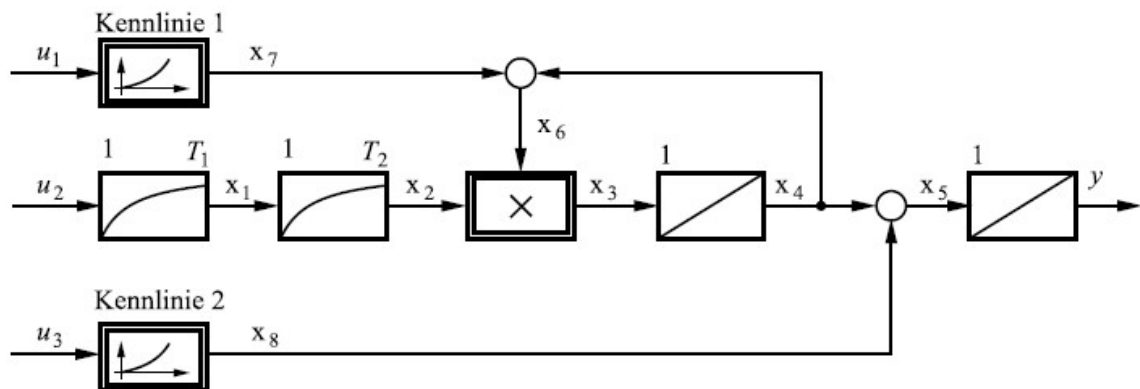
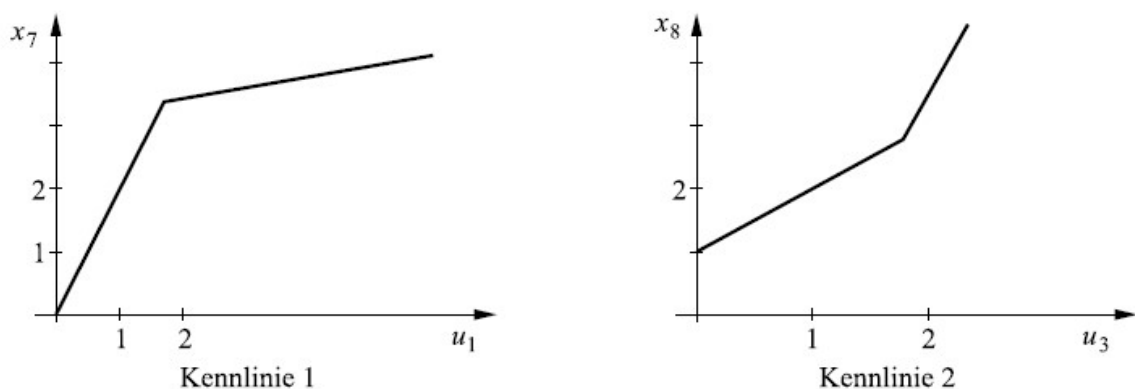

Abbildung 2.2
Abbildung 2.3
- e) Gegeben ist das Signalflussbild in Abbildung 2.2. Die Kennlinien der beiden Kennlinienglieder sind in Abbildung 2.3 genau dargestellt.